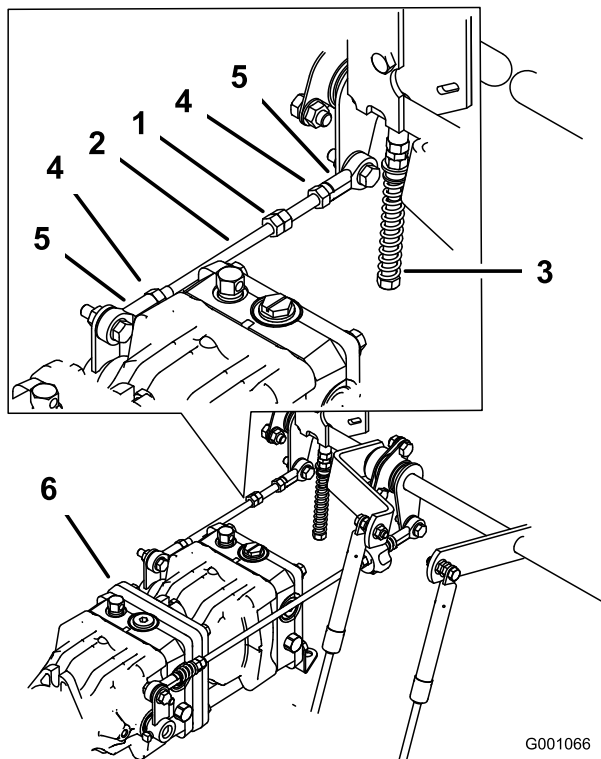

Figura 82
1. Desaperte as porcas de bloqueio nas rótulas na barra de controlo da bomba (Figura 82).
3. Ajuste o comprimento da barra da bomba rodando as porcas duplas na barra, na direção adequada, até que a roda fique parada ou a rodar ligeiramente para trás (Figura 82).
6. Aperte as porcas de bloqueio nas rótulas esféricas (Figura 82).